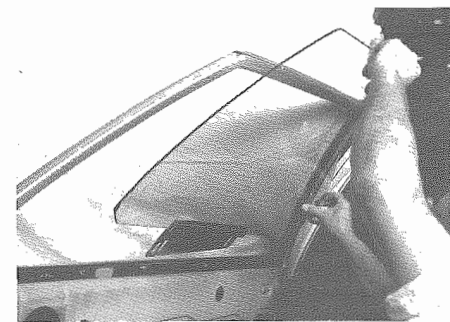

Fig. 12 - Estrarre il cristallo
- Estrarre il cristallo dall'interno (Fig. 12). Servirsi di una pinza divaricatrice per allargare la fessura di passaggio sulla portiera.
- Take out the glass from the inside (Fig. 12). Make use of retracting pliers to open the passage slot on the door.